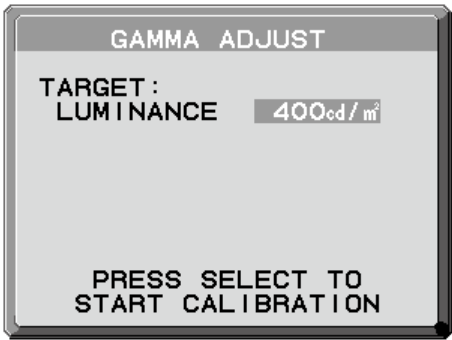

图 2
4. 设置目标“LUMINANCE（亮度）”（cd/m²）（图 2）。按 SELECT（选择）键开始校准。取决于用户设置，这可能需要几分钟的时间。